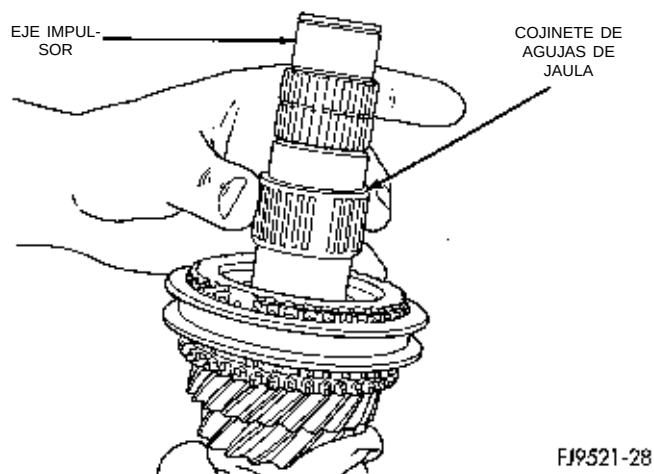

Fig. 86 Desmontaje del cojinete de agujas de jaula dañadas o dientes de engranaje mellados. Reemplace si fuera necesario.
(8) Retire el cojinete de agujas de jaula de 4ta velocidad (Fig. 86). Verifique si el cojinete de agujas de jaula tuviera el muelle de retención roto.